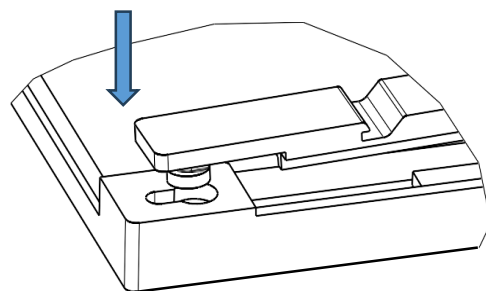

Рисунок 1 – Совмещение адаптера с корпусом
- совместите гнездо подвеса с грибком адаптера (рисунок 1);